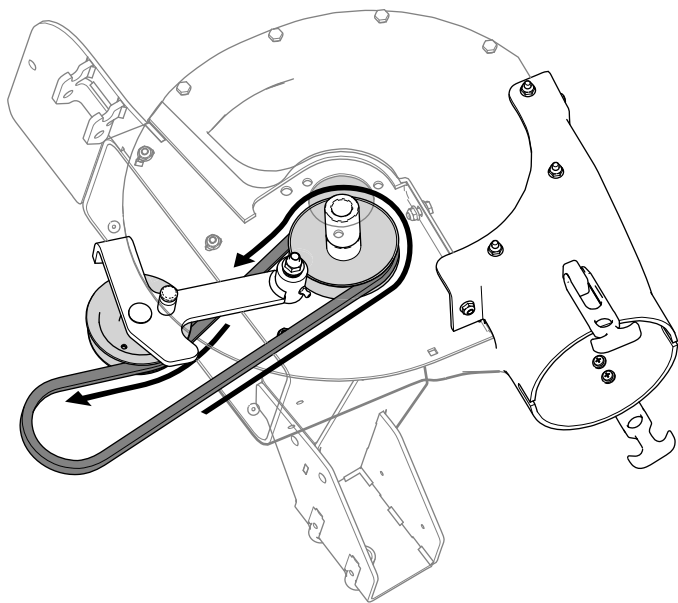

Figura 38
2. Montate la cinghia del soffiatore attorno alla relativa puleggia (Figura 38).